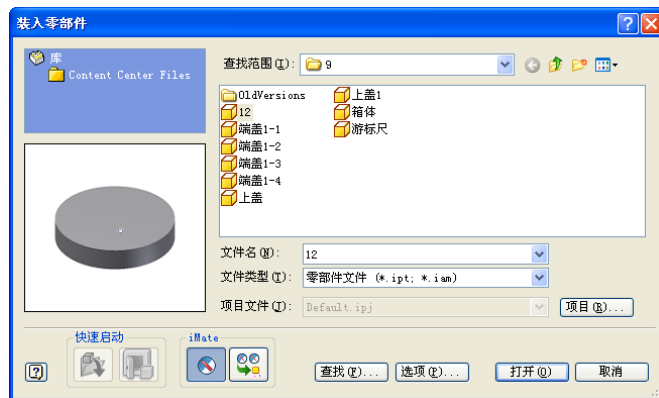

图 4-60 “装入零部件”对话框
(1) 单击【部件】工具栏上的【放置】工具, 装入一个或多个具有已定义 iMate 的零部件, 注意确保在【放置】对话框中未选中【使用 iMate】选项, 如图 4-60 所示。
(2) 选择包含要匹配的 iMate 的零部件。